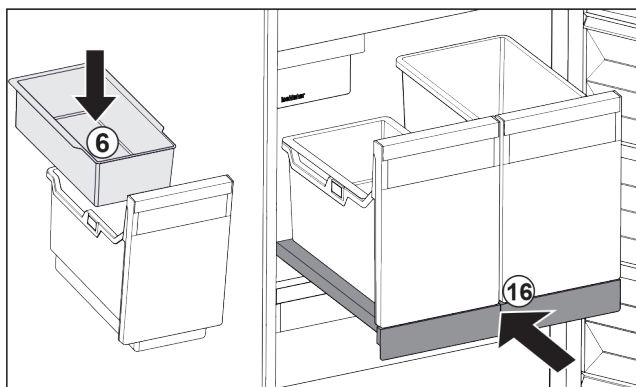

Fig. 25
- ▶ Vsadte závěsnou misku Fig. 25 (6) pro kostky ledu.
- ▶ Zasuňte vysouvací přihrádku s nádobou (IceTower). Fig. 25 (16)